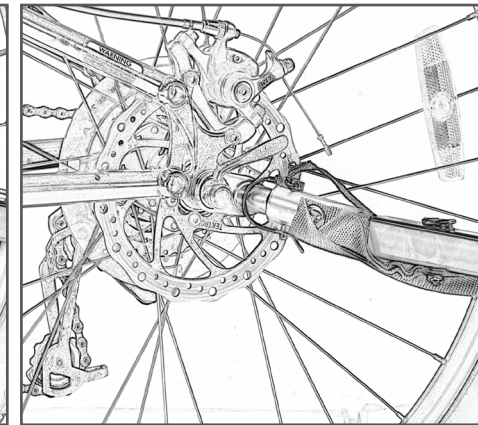

図27
2. Quick-Release ピンを牽引アームとヒッチに挿入し、ピンを締めてロックしてください(図27)。